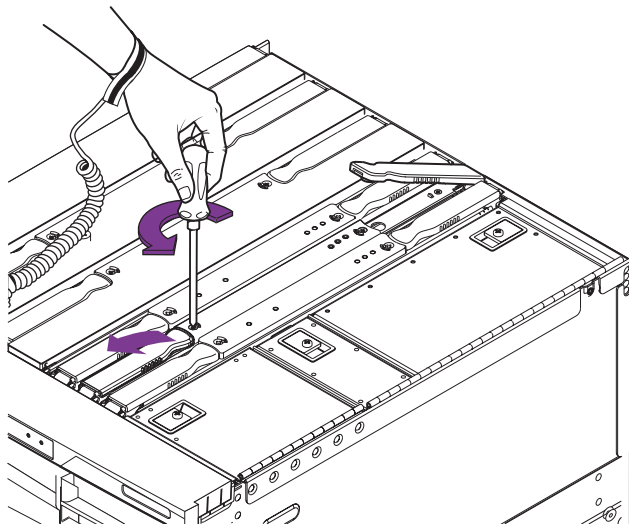

図 11-2 L2 リピータボードの取り外しレバーのロック解除
8. プラスのねじ回し (Phillips の 2 番) を使用して、取り外しレバーのロックを解除します (図 11-2)。